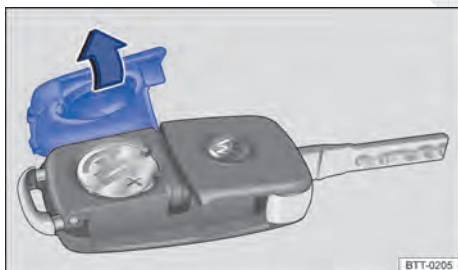

Fig. 24 Chave do veículo com comando remoto: abrir a tampa do alojamento da bateria.
A bateria encontra-se no lado posterior da chave do veículo com comando remoto, sob uma cobertura \Rightarrow Fig. 24.
- Retirar a cobertura no lado posterior da chave \Rightarrow Fig. 24 no sentido da seta \Rightarrow ①.
- Posicionar a cobertura conforme indicado \Rightarrow Fig. 24 e pressionar no sentido contrário ao da seta sobre a carcaça da chave do veículo até encaixar.